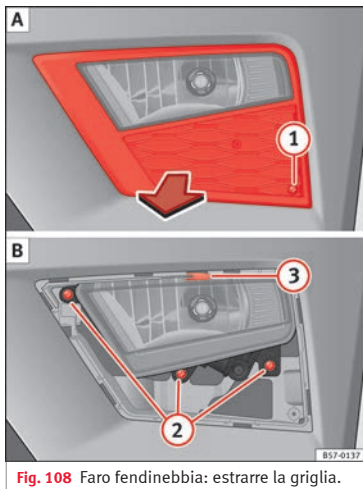
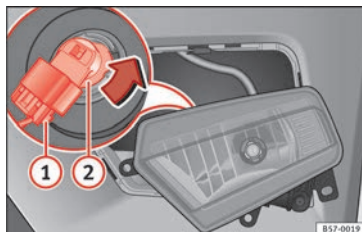

Fig. 108 Faro fendinebbia: estrarre la griglia.
Fig. 109 Faro fendinebbia: smontaggio del supporto lampade
1. Rimuovere la vite » fig. 108 ① A della griglia del faro fendinebbia servendosi di un cacciavite ed estrarre la griglia.
2. Rimuovere le viti (3x) » fig. 108 ② B.
3. Rimuovere la graffa metallica situata nella parte superiore del faro fendinebbia tirando verso l'esterno del veicolo ③ B ed estrarre il faro fendinebbia.
4. Estrarre il connettore » fig. 109 ① della lampada.
5. Ruotare il portalampada » fig. 109 ② verso sinistra e tirare.